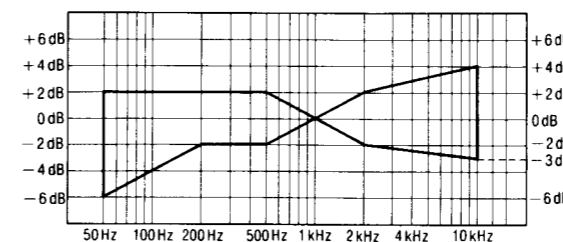

Fig. 7
3. Reproducir la señal grabada en el paso 2 y comprobar que el nivel de cada frecuencia de salida esté dentro de la gama mostrada en la Fig. 7 en comparación con la frecuencia de referencia (1kHz).